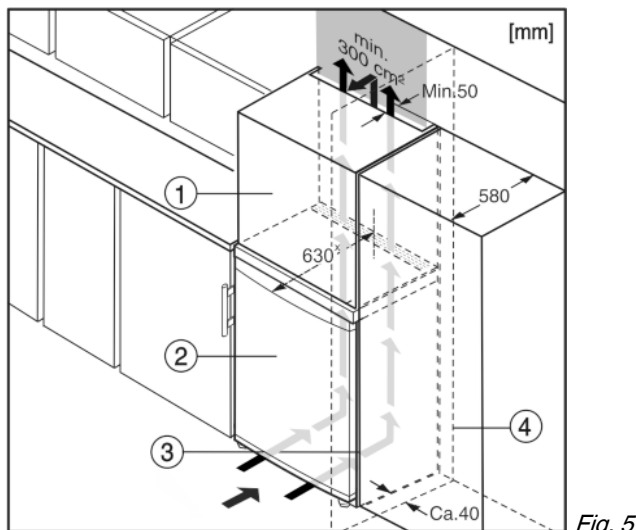

Fig. 5
Устройство может быть окружено предметами кухонной обстановки. Чтобы уравнять устройство Fig. 5 (2) по высоте с кухонной стенкой, можно установить над устройством соответствующий дополнительный шкафчик Fig. 5 (1).
При комбинировании с кухонными шкафами (глубина макс. 580 мм) устройство можно установить непосредственно рядом с кухонным шкафом Fig. 5 (3). Устройство выступает сбоку на 34 мм\* и по центру на 50 мм\* относительно передней стенки кухонного шкафа.
Если устройство установлено на шарнирах у стены Fig. 5 (4), то расстояние между устройством и стеной должно быть не менее 40 мм. Настолько выступает ручка при открытой дверце.